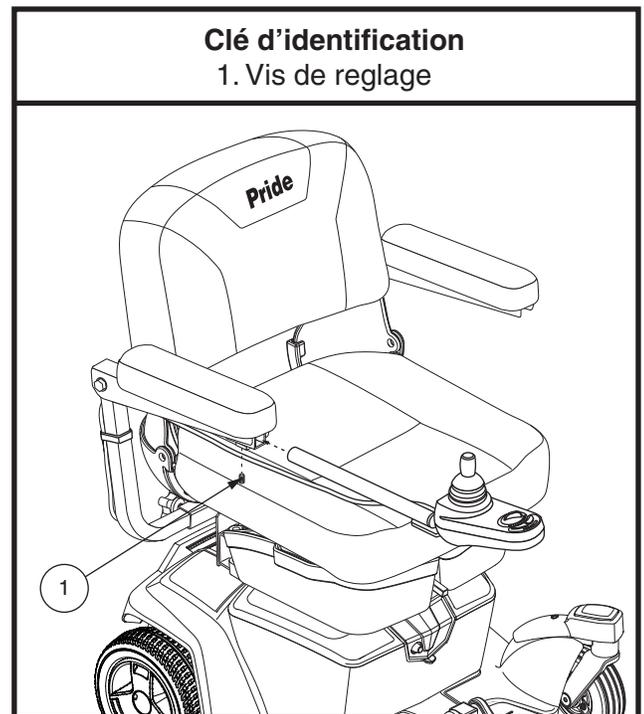

Figure 11. Position du contrôleur
3. Relevez l'accoudoir pour desserrer la vis de réglage. **Voir la figure 11.**